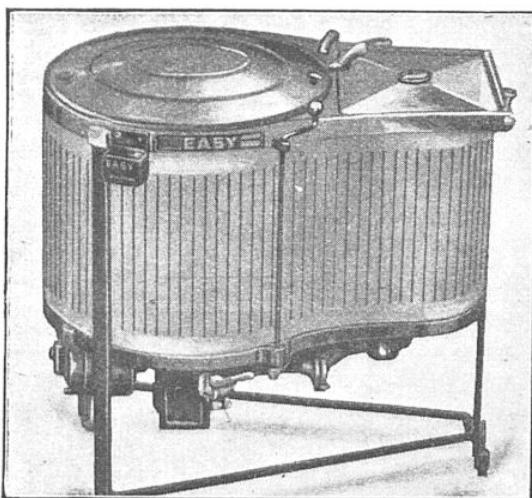
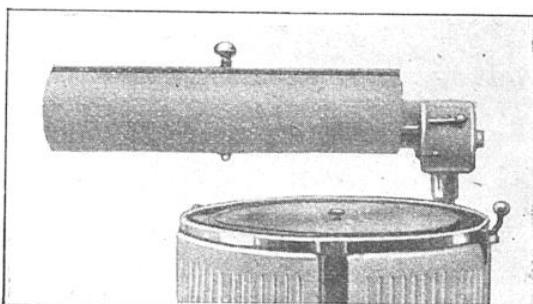

FIG. 1. — UNE MACHINE AMÉRICAINE À LAVER DE MÉNAGE ENTIÈREMENT ÉMAILLÉE, AUSSI BIEN À L'INTÉRIEUR QU'A L'EXTÉRIEUR
FIG. 2. — LE DERNIER « CRI » EN MATIÈRE DE MACHINE À LAVER EN AMÉRIQUE
d) *Le mécanisme.* — Je dois ajouter que toutes les machines sont maintenant électriques ; je n'ai pas vu, au cours de tout mon voyage, un seul modèle à main ; de plus, les rouages sont toujours abrités, placés généralement sous la cuve ; seul le commutateur se trouve à portée de la main (fig. 1). Peu de trépidation et, aussi, peu de bruit. Bref, on a l'impression très nette que ces appareils ne sont pas des objets de bazar, mais ont fait l'objet, dans les moindres détails, d'études sérieuses pour les établir ;
possède son essoreuse électrique à rouleaux, à moins qu'elle ne possède une essoreuse centrifuge faisant corps avec elle (fig. 1). Les calendreuses de ménage sont fréquentes. La dernière nouveauté groupe les trois appareils en un seul : machine à laver, essoreuse et calendreuse (fig. 2).